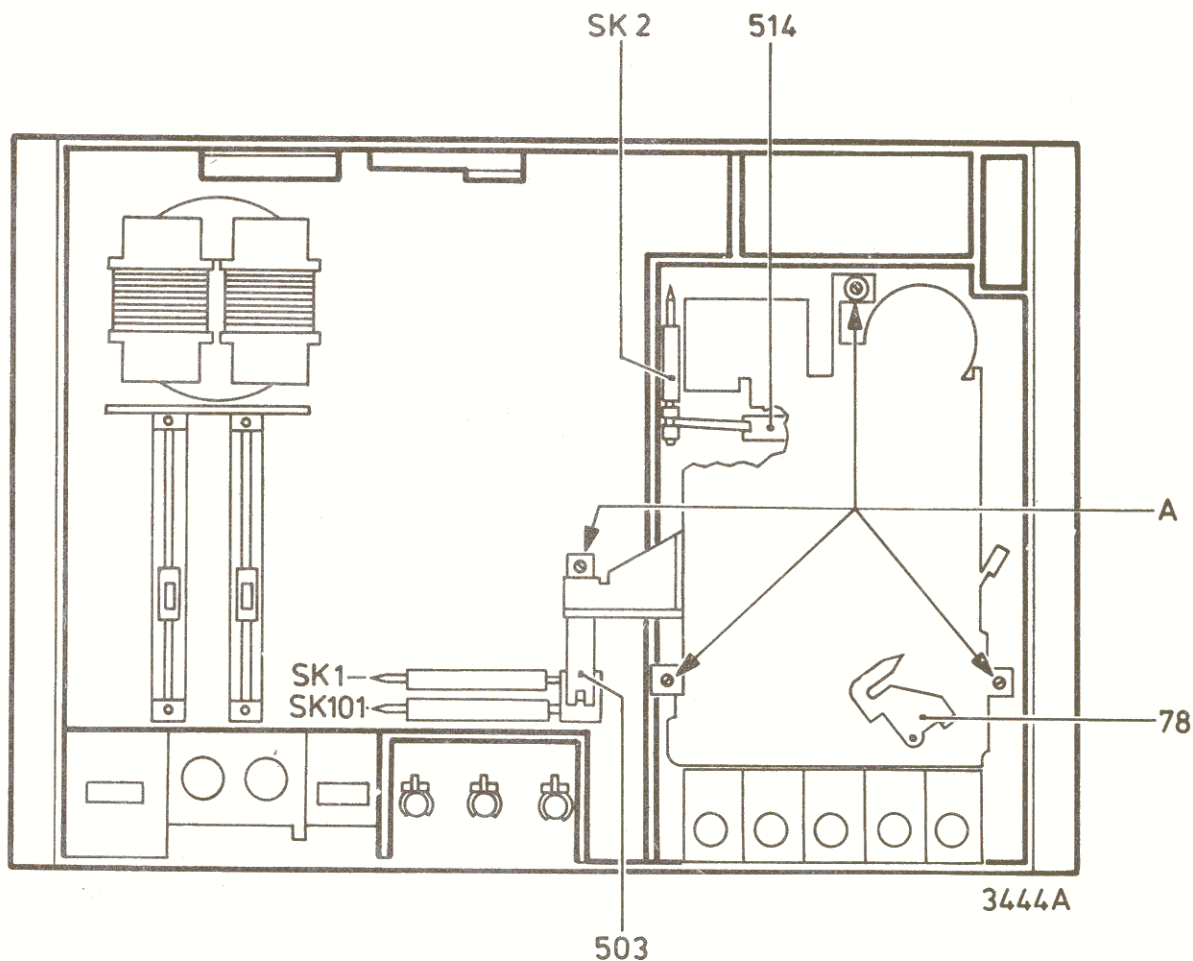

Fig. 2
#### A. Verwijderen van het complete loopwerk (Fig. 2)
1. de veer 514 over het nokje van schakelaar SK2 valt (fig. 2).
2. de schakelaararm 503 over het nokje van schakelaar SK1-101 valt (fig. 2).